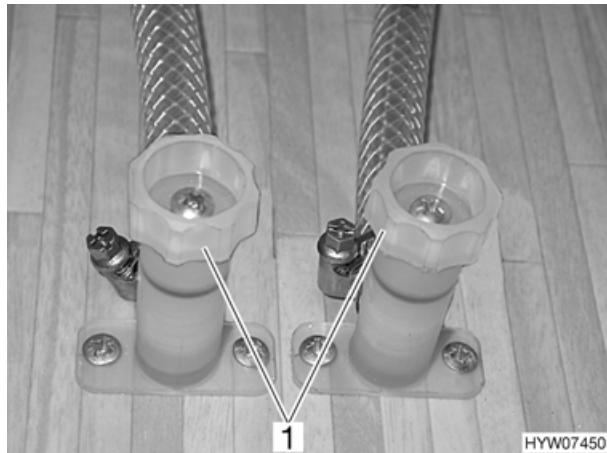

Fig. 79 Rubinetti di scarico scaldaacqua
- Chiudere i rubinetti di scarico per i cappelli delle valvole (Fig. 79,1) girandoli in senso orario. Ubicazione vedi capitolo 10, "Posizione dei rubinetti di scarico".